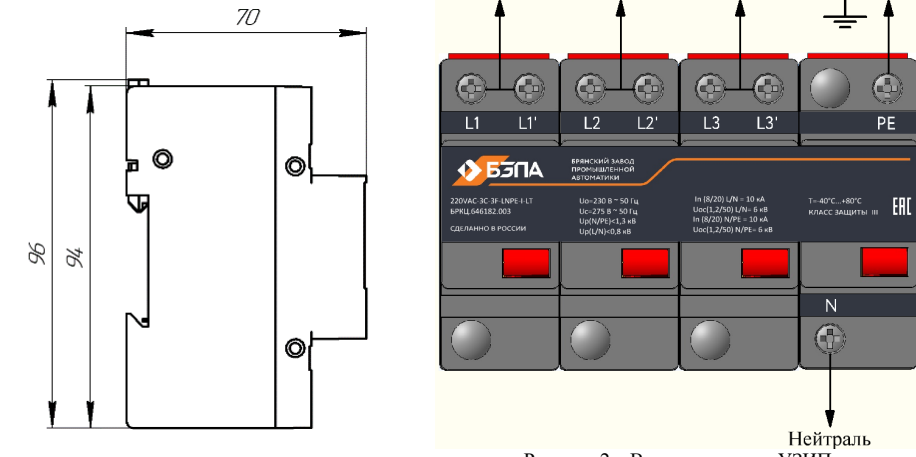

Рисунок 2 – Вводы и выходы УЗИП
1.5.5 Вводы и выходы УЗИП показаны на рис. 2.